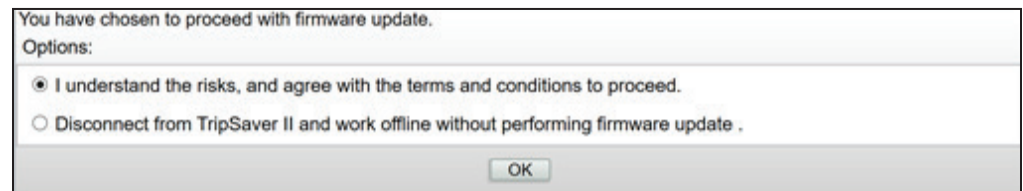

Figura 3. La ventana de diálogo Términos y Condiciones de la actualización del firmware.
- PASO 7.** Se abrirá una segunda ventana de diálogo. Ver la Figura 3. Acepte los términos y condiciones seleccionando la opción adecuada. A continuación, haga clic en el botón **Aceptar**. Para abortar la actualización del firmware, seleccione la opción **Desconectar del TripSaver II y trabajar sin conexión sin realizar la actualización del firmware** y haga clic en el botón **Aceptar**.